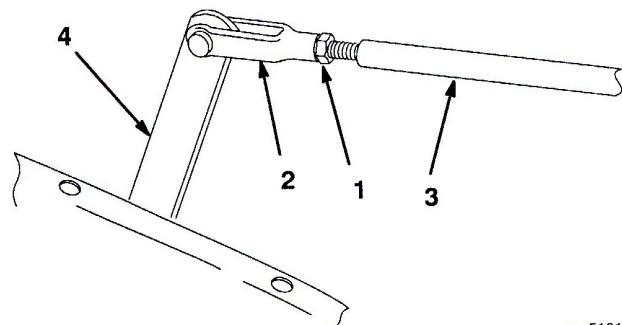

図 46
- 調整レバーを手で動かして、芝刈りペダルと上昇ペダルを同じ高さにそろえる。また、ヨークの穴と調整レバーの穴が整列するようにヨークを調整する（図46）。